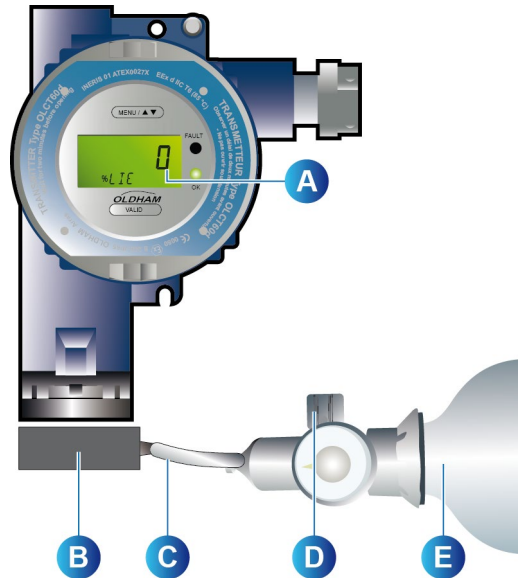

Abbildung 26: Überprüfung des Nullpunktsignals
2. Setzen Sie die Kalibrierkappe auf den Sensorkopf (Abbildung 26, B).
3. Verbinden Sie die Kalibrierkappe über einen flexiblen Schlauch (C) mit der Prüfgasflasche mit Nullgas (synth. Luft, E).
4. Öffnen Sie das Ventil der der Prüfgasflasche (D). Stellen Sie einen Durchfluss von 30 bis 60 l/h. Informationen zu GD10P-Versionen finden Sie im Handbuch zu GD10P.
5. Nach Stabilisierung des Messwertes nach ca. 2 min lesen Sie den Messwert am Display des Messwertgebers (A) ab.